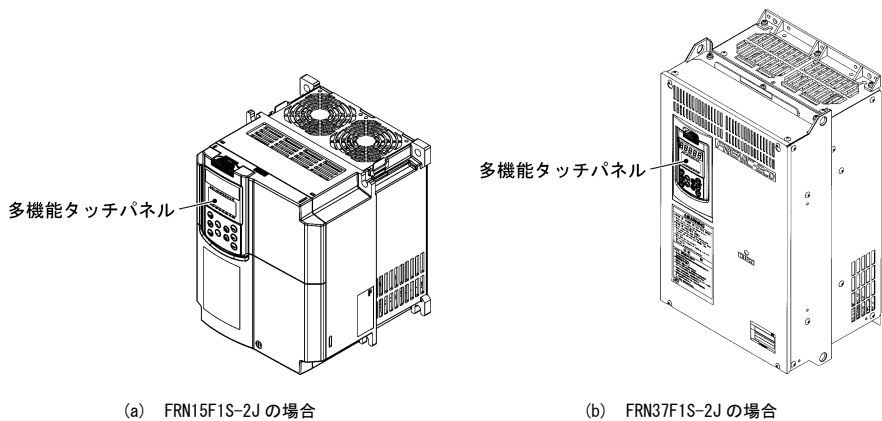

図 2.1 多機能タッチパネルをインバータ本体に装着する場合
- インバータ本体に装着する（図 2.1 (a), (b) 参照）（FRENIC-Eco/MEGA のみ対応）